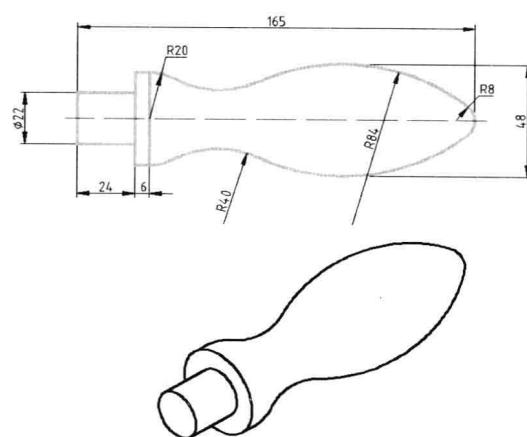

图 8-6-4
(2) 根据手柄的平面图, 创建手柄模型, 如图 8-6-4 所示。